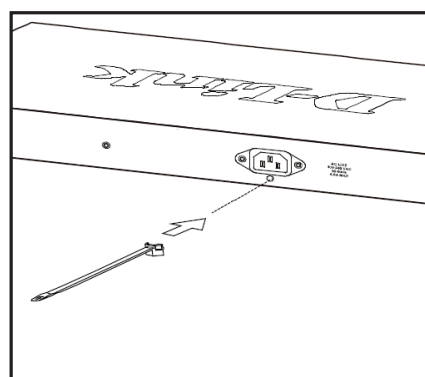

Рис. 7. Установка стяжки
- Установите стяжку замком вниз в отверстие, расположенное под разъемом питания, как показано на **Рис. 7**.